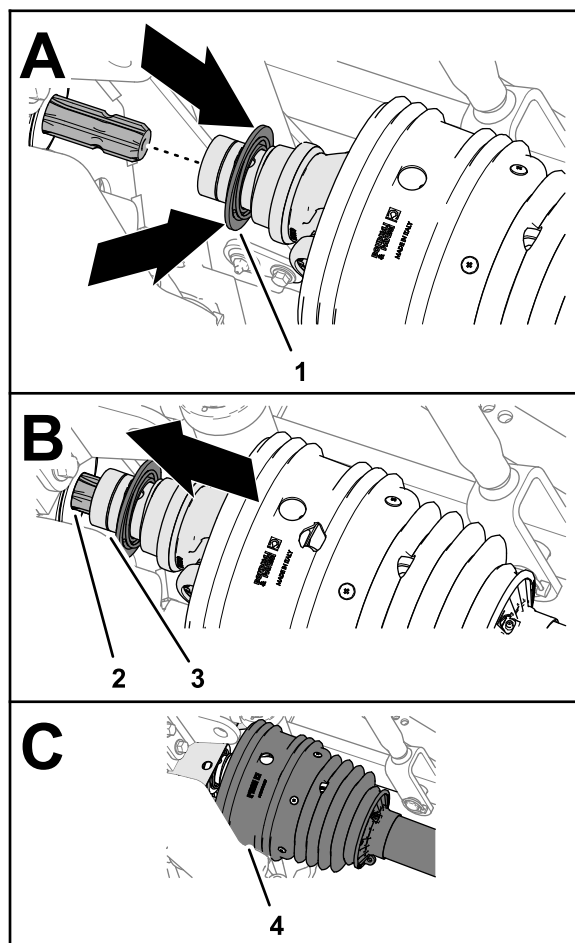

Figure 31
2. Repoussez la bague de blocage du raccord rapide vers l'arrière (Figure 31).
3. Tout en repoussant la bague de blocage, tirez la chape de l'arbre d'entraînement de PDF vers l'avant et faites glisser la douille du raccord par-dessus les cannelures de l'arbre de sortie de PDF (Figure 31).
5. Vérifiez que la protection recouvre la chape de l'arbre d'entraînement (Figure 31).